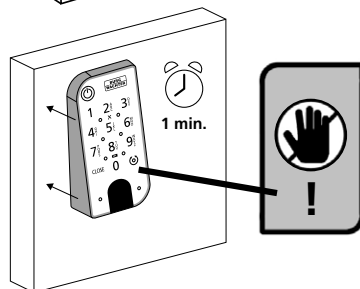

Fig. 9
- 4 Premere il tastierino contro la parete per circa un minuto (Fig. 9).